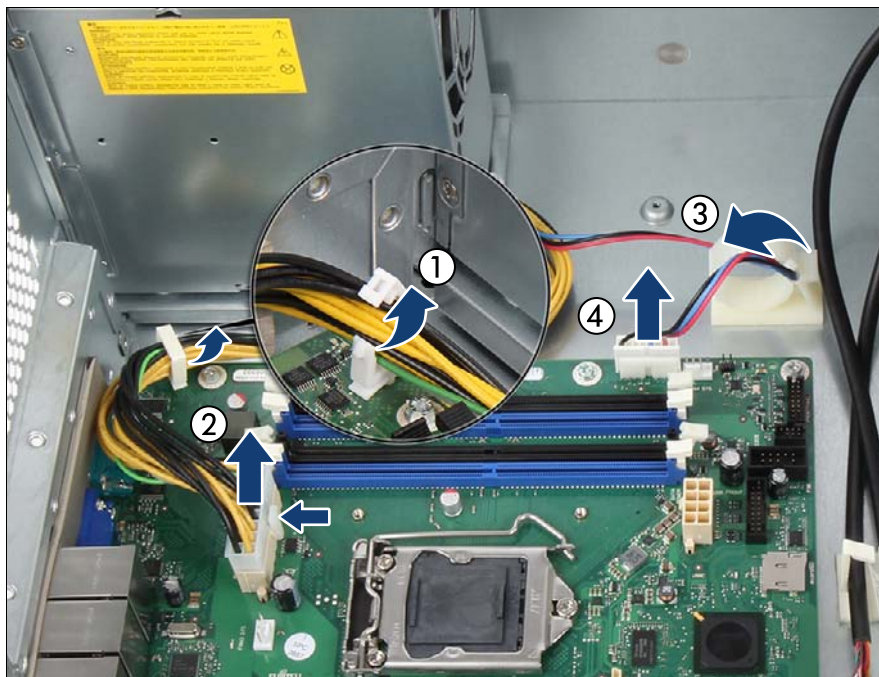

図 56: 電源ケーブルの取り外し
- ▶ 電源ケーブルクランプに電源ケーブルを通します（図 56 を参照）。電源ケーブルクランプを閉じます。
- ▶ 電源ケーブルクランプに電源ケーブルを通します（図 56 を参照）。ケーブルクランプを閉じます。